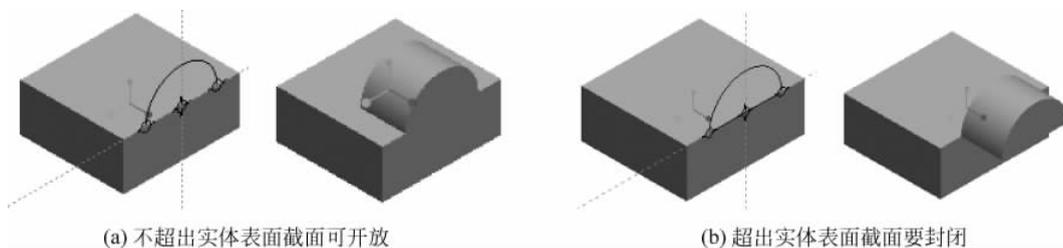

图 3-1 拉伸截面的封闭与开放
- (1) 首次拉伸实体时,其拉伸截面必须封闭。
- (2) 当已有实体存在时,若要在原有实体上另产生拉伸特征,则新的拉伸特征截面有以下两种情况。
① 当新的拉伸特征不超出原实体表面时,拉伸截面可以是开放的,此截面的端点必须与实体表面对齐,如图 3-1(a)所示。
② 当新的拉伸特征超出原实体表面时,拉伸截面必须封闭,如图 3-1(b)所示。